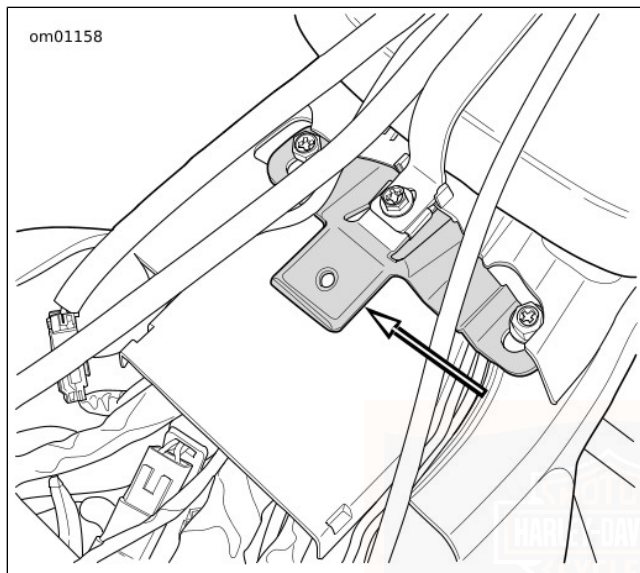

Figura 82. Lengüeta del asiento
8. Vea Figura 82. Mientras empuja el asiento hacia adelante, levante la parte trasera del asiento hasta que la pieza de soporte despeje la parte superior del Tour-Pak (si está equipado). Empuje el asiento ligeramente hacia atrás para liberar la lengüeta de la ranura en el asiento.
3. Vea Figura 82. Mientras levanta la parte trasera del asiento aproximadamente 76,2 mm (3 in), use la otra mano para empujar firmemente hacia abajo y hacia atrás hasta que la lengüeta enganche en la ranura en el asiento.